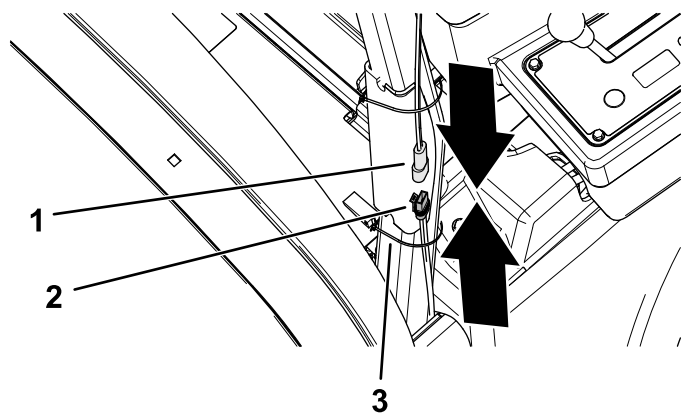

Figura 7
1. Conecte el conector hembra de 2 vías del arnés de alimentación al conector de 2 pines del arnés de cables del toldo (Figura 7).
2. Fije el arnés de alimentación al tubo de la barra antivuelco con una brida (Figura 7).